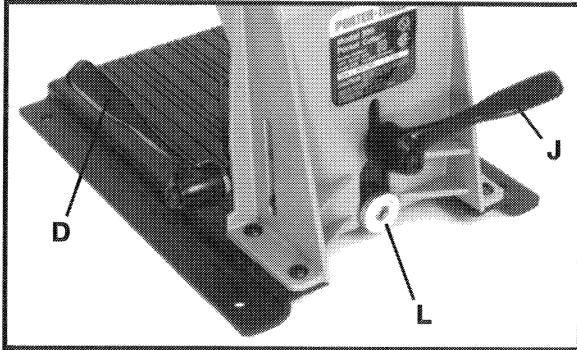

Fig. 6
1. Gire la palanca abrazadera (D) Fig. 6, en el SENTIDO DE las manecillas del reloj hasta la posición ABIERTA.
2. Gire la palanca de ajustes para la abrazadera (J) Fig. 6, en el SENTIDO OPUESTO A las manecillas del reloj para aflojarla.
La posición del forro de guía de taladrar se puede cambiar, según las preferencias individuales, con aflojar la tuerca de retención (L) Fig. 6; luego coloque el forro donde desee y apriete la tuerca de retención otra vez.